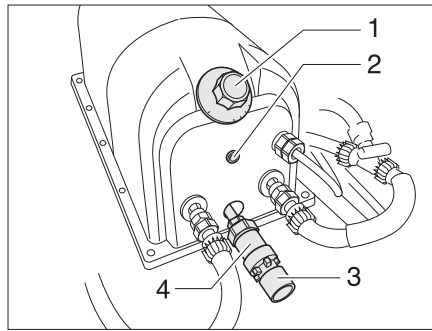

Fig. 122 Chauffe-eau Reich
Le chauffe-eau fonctionne avec 230 V. Le chauffe-eau chauffe environ 5 litres d'eau. Le régulateur (Fig. 122,1) du chauffe-eau permet de régler la température de l'eau. L'eau ne peut pas être chauffée à plus de 80 °C.
- Régler la température désirée sur le régulateur de température (Fig. 122,1). Le voyant de contrôle (Fig. 122,2) s'allume pendant la mise en température.
- Faire tourner le régulateur de température (Fig. 122,1) jusqu'au repère "I" dans le sens inverse des aiguilles d'une montre.
- Régler la température désirée sur le régulateur de température (Fig. 122,1).
- Ouvrir l'évacuation de l'eau sur la soupape de surpression (Fig. 122,4). Faire tourner le bouton rotatif rouge (Fig. 122,3) dans le sens inverse des aiguilles d'une montre.